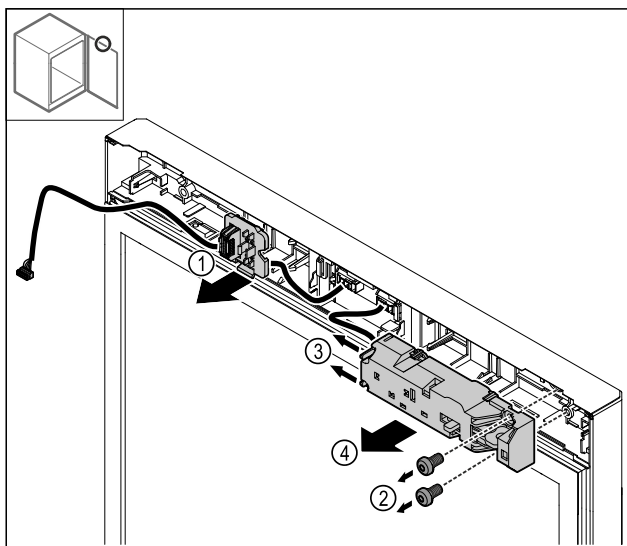

Fig. 28
- Držák zástrčky Fig. 28 (1) uvolněte.
- Odstraňte šrouby Fig. 28 (2).
- Nosy zarážky Fig. 28 (3) stlačte na stranu a sejměte elektrický zámek Fig. 28 (4).